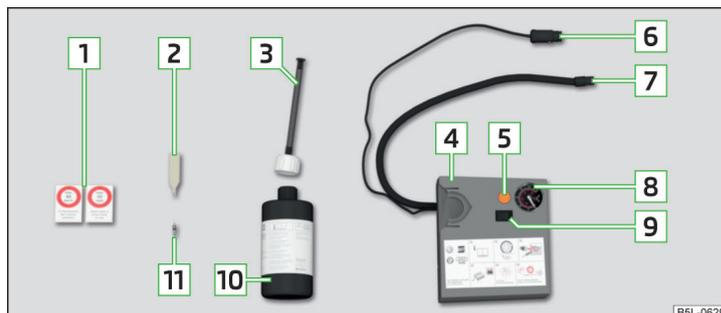

Fig. 186 Imagen esquemática: Componentes del kit de averías
### Componentes del kit » fig. 186
- Pegue la etiqueta adhesiva correspondiente **[1]** » fig. 186 de la pág. 180 sobre el tablero de instrumentos en el campo visual del conductor.
- Agite la botella de inflado de neumáticos **[10]** » fig. 186 de la pág. 180 fuertemente varias veces.
- Enrosque el tubo flexible **[7]** » fig. 186 de la pág. 180 del compresor de aire fijándolo en la válvula del neumático.